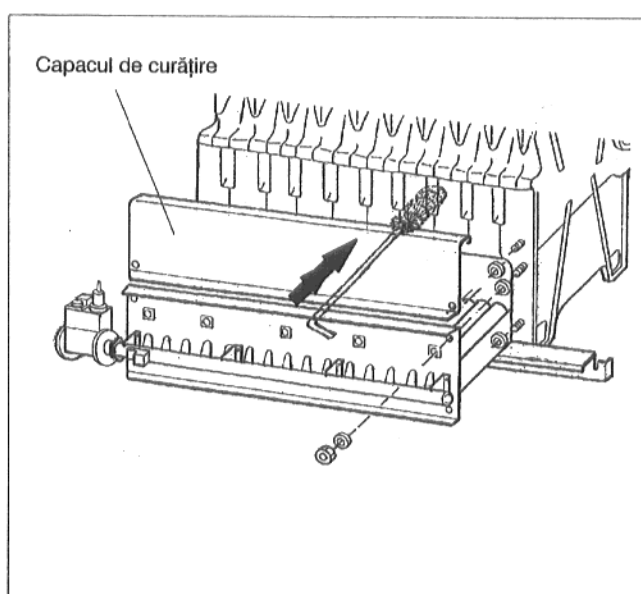

Fig. 14
- Se desfac piulițele hexagonale de la plăcuța arzătorului și arzătorul se va trage afară din cazan (Fig. 14).
- Se desfac piulițele hexagonale de la capacul de curățire și se scoate capacul de curățire (Fig. 14).
- Se îndepărtează capacul cazanului, izolația termică și capacul de curățire a acumulatorului de gaze de ardere (Fig. 14 a).
- Elementele de încălzire cu gaz se vor peria lateral (orizontal) și de sus, alternativ și de mai multe ori (Fig. 14/14a).
- Elementele de încălzire cu gaz se vor peria (de sus și lateral, vezi Fig. 14/14a).